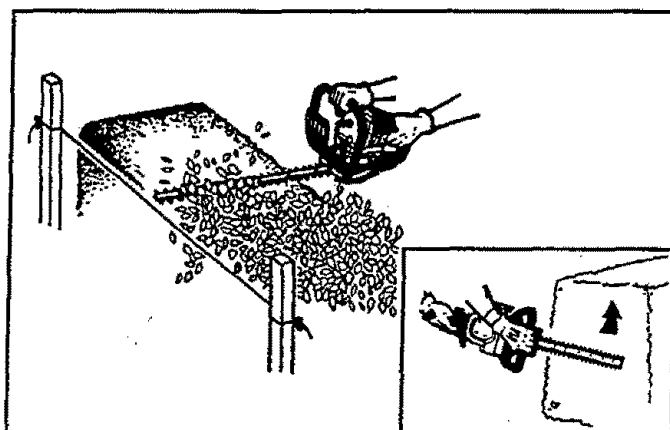

Figura 6
- **Para preciso, nivel corta:** Si un precisamente corte de nivel está deseado, alargua una pieza de cuerda a través de la longitud del protege. Guíen las cuchillas cortadoras lentamente a través de la parte superior de la cuerda. Figura 6.
- Cuando arreglarsg los lados del protege, comienzan en el fondo y corte hacia arriba, disminuir la protege adentro en la parte superior. Figura 6 (intercalación). El interrumpir este método dejará el cuerpo de la protege más estrecha en la parte superior. Esta forma expondrá más del protege, crecimiento más uniforme de resultar en.